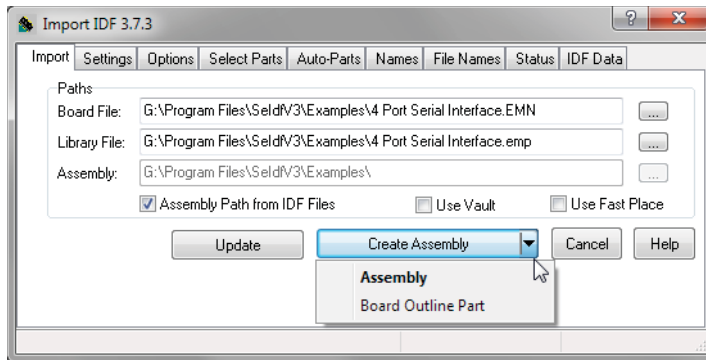

Рис. 2.11.4. Закладка Import (Импорт) окна импорта сборки в формате IDF
- На закладке **Import (Импорт)**, (рис. 2.11.4) необходимо задать/уточнить пути к файлам платы (Board File), файлу библиотеки (Library File) и создаваемой сборке (Assembly).